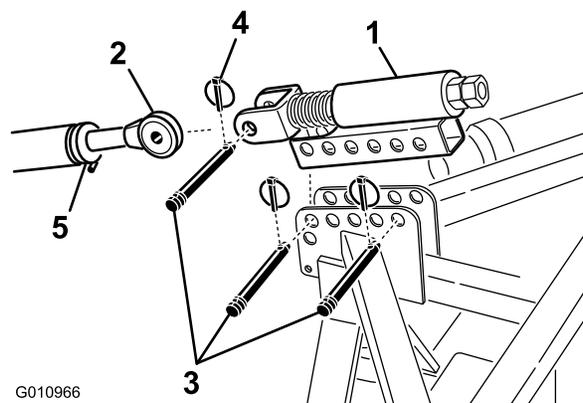

Bild 7
- Befestigen Sie den hydraulischen Oberlenker mit den zwei Steckstiften und Klappsteckern an der Aerifizierhalterung (Bild 7)
- Lösen Sie die Sicherungsmutter am Traktoroberlenker. Stellen Sie den Oberlenker ein, bis er mit der Gabel am hydraulischen Oberlenker des Aerifizierers ausgefuchtet ist (Bild 7).
- Befestigen Sie den Traktoroberlenker an der Lastöse am hydraulischen Oberlenker und befestigen Sie ihn mit einem Steckstift und einem Klappstecker (Bild 7).
6. Drehen Sie den Oberlenker, bis die Feder ungefähr 1,28 cm komprimiert ist (Bild 7).